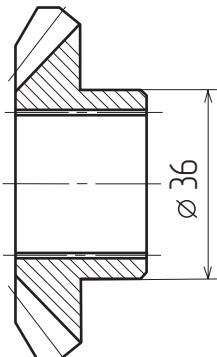

Рис. 4
**! ВАЖНО:** Корпус дифференциала раздаточной коробки нашего производства расточен под установку полуосевой шестерни на 36 мм. Замерьте имеющуюся у вас полуосевую шестерню, как показано на Рис. 4.